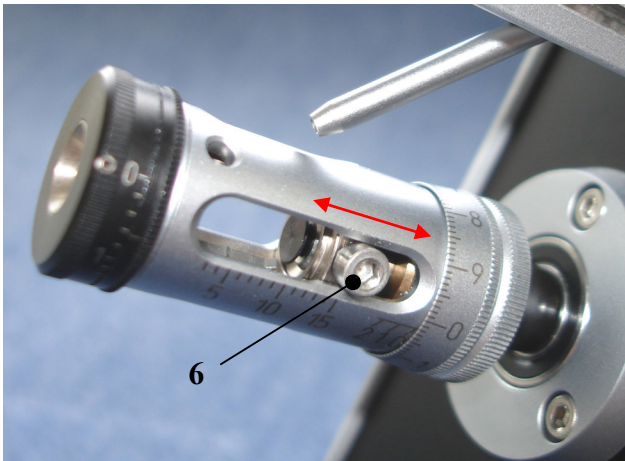

Abbildung 20
- Grosse Inbusschraube (**6**) mehrmals hin und her schieben. Dies bewirkt ein Öffnen und Schliessen der Messer, bei diesem Vorgang fügen sich die Abisoliermesser in die Laufbahn der Führungsplatte ein (Abbildung 20).